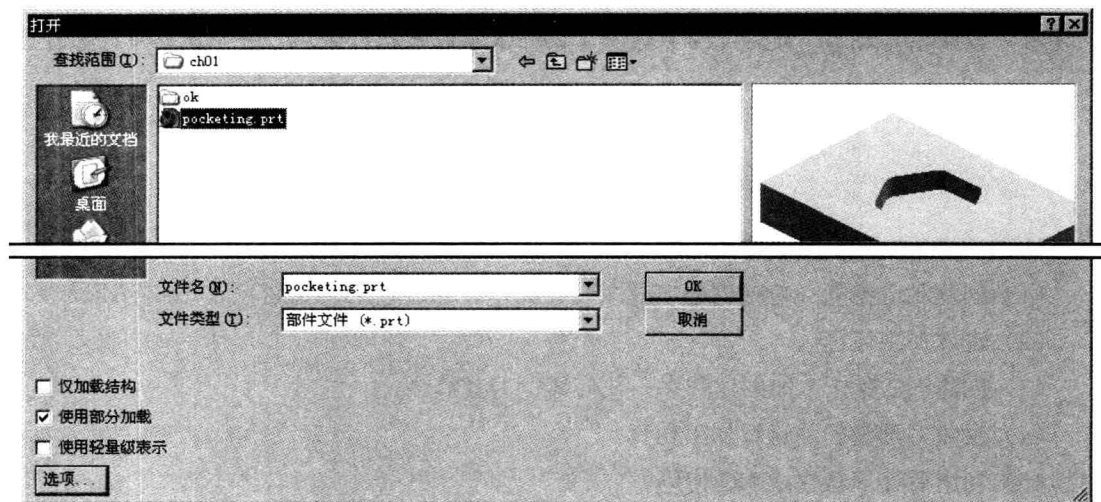

图 1.2.1 “打开”对话框
Step1. 打开模型文件。选择下拉菜单 **文件(F)** → **打开(O)** 命令，系统弹出图 1.2.1 所示的“打开”对话框。在 **查找范围(R)** 下拉列表中选择文件目录 D:\ugnc8.1\work\ch01，然后在中间的列表框中选择文件 pocketing.prt，单击 **OK** 按钮，系统打开模型并进入建模环境。